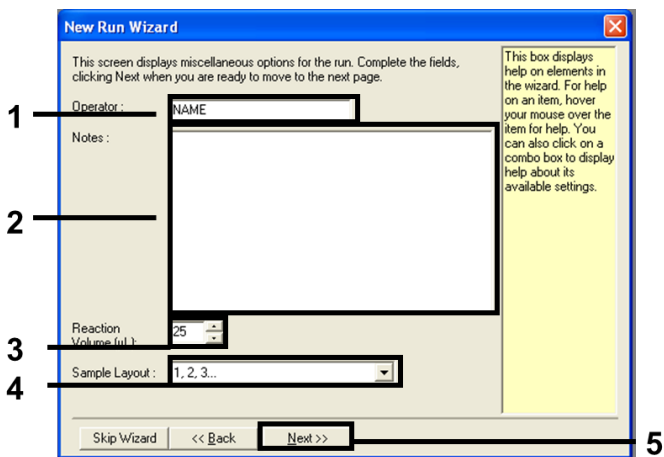

Figura 2. Immissione del nome dell'operatore e dei volumi delle reazioni.
4. Immettere il nome dell'operatore nel campo Operator (Operatore). Aggiungere eventuali note e impostare il valore nel campo Reaction Volume (Volume di reazione) su 25. Verificare che i valori nel campo Sample Layout (Configurazione campioni) siano 1, 2, 3.... Fare clic su Next (Avanti) (Figura 2).